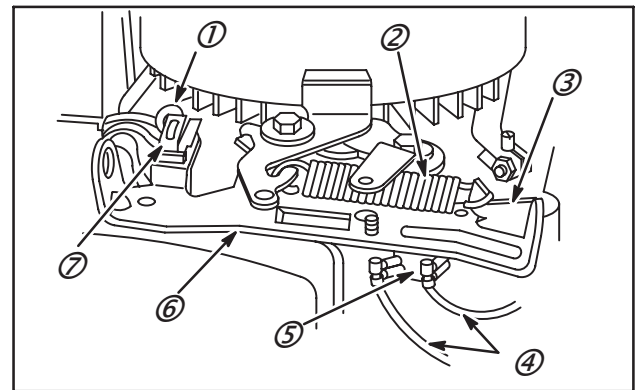

Fig. 128
- Détacher le ressort (2) de l'accrochage du frein (3), Fig. 128.
- Débrancher le fil (1) du contact d'arrêt.